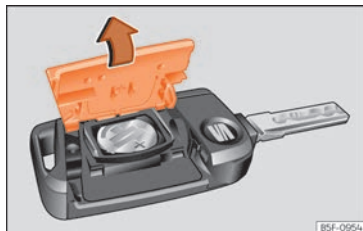

Abb. 48 Fahrzeugschlüssel: Deckel des Batteriefachs öffnen.
- Abdeckung auf der Rückseite des Fahrzeugschlüssels in Pfeilrichtung abnehmen »» (Abb. 48) , »» ①.